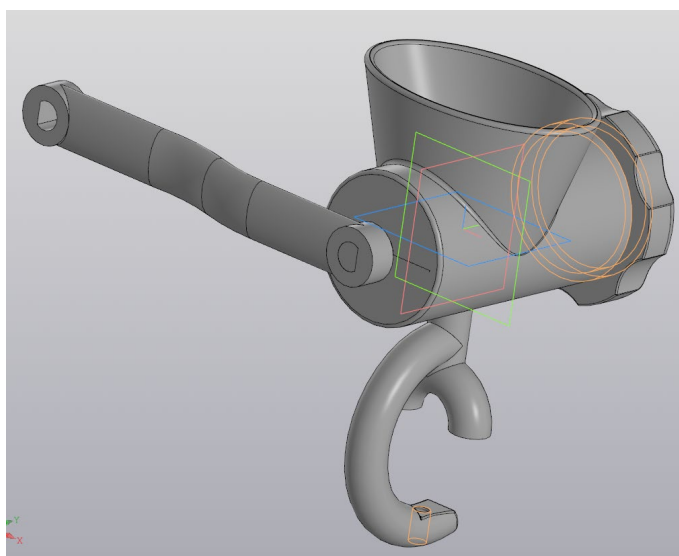

Рисунок 89 – Соединение рукоятки со шнеком
- соедините рукоятку со шнеком (рис. 89),